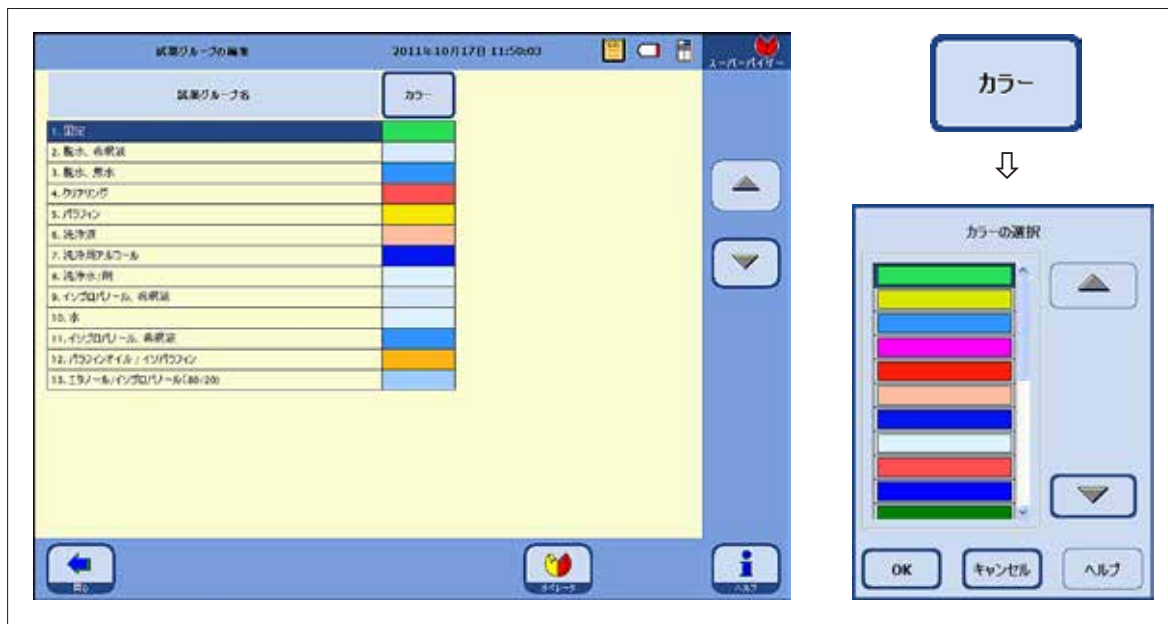

図 148
「試薬グループの編集」ウィンドウ (図 148) で、プログラム表示で使用する試薬グループの色を選択できます。
- ヘッダー行の「カラー」ボタンを押します。「カラーの選択」ウィンドウが開きます (図 148)。